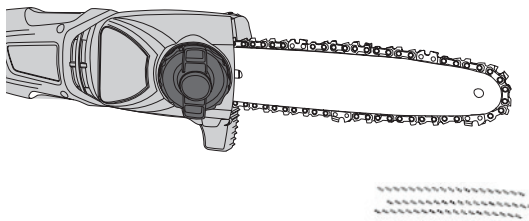

Fig. 15
1. Asegúrese de que la espada (13) y la cadena (14) están en su lugar al comprobar el suministro de aceite.
2. Arranque el producto; déjelo en marcha sin carga y compruebe si el aceite de cadena se suministra como se muestra en la figura (Fig. 15, 16).